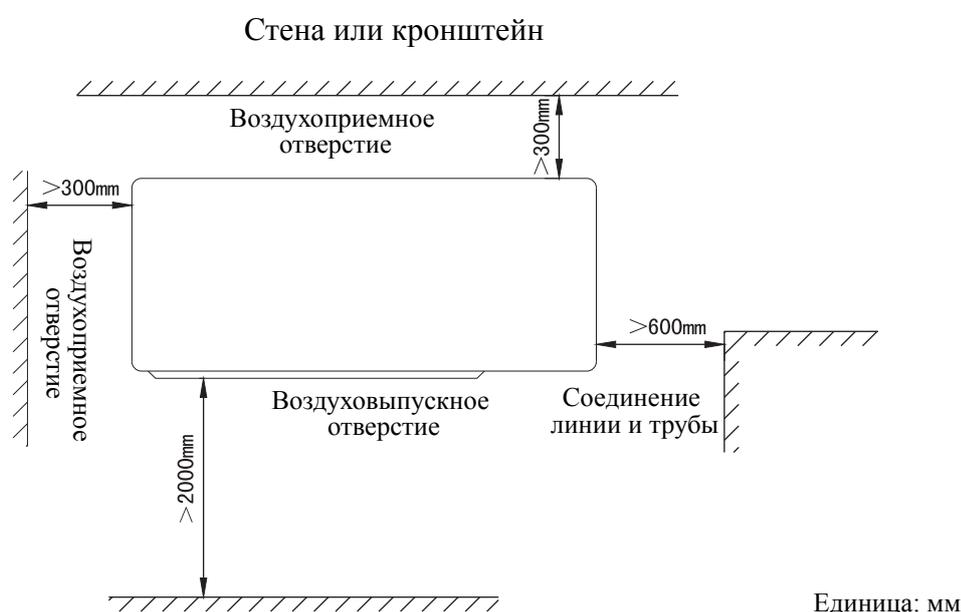

Рис.1.
Изготавливайте основание в соответствии с размером монтажной позиции и монтажным габаритам. (Рис. 1)
- 8) Избегайте долгосрочной эксплуатации кондиционера , это может привести к искажению или неисправности кондиционера(рис.1).